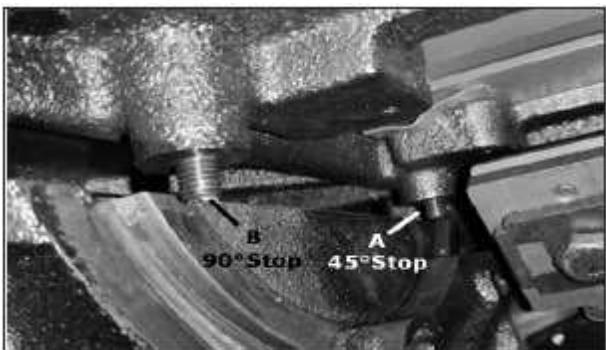

Рис. 19
6. Если пильный диск не установлен на 90° , когда регулировочный винт (рис. 19, В) соприкасается с позиционным упором, следует вращать регулировочный винт до тех пор, пока пильный диск не будет установлен под 90° .
9. Если пильный диск не установлен под 45° , когда регулировочный винт (рис. 19, В) соприкасается с позиционным упором, следует вращать регулировочный винт до тех пор, пока пильный диск не будет установлен под 45° (регулировка положения стрелки угла установки приводится в разделе **РЕГУЛИРОВКА СТРЕЛКИ ШКАЛЫ УГЛА УСТАНОВКИ ПИЛЬНОГО ДИСКА**)